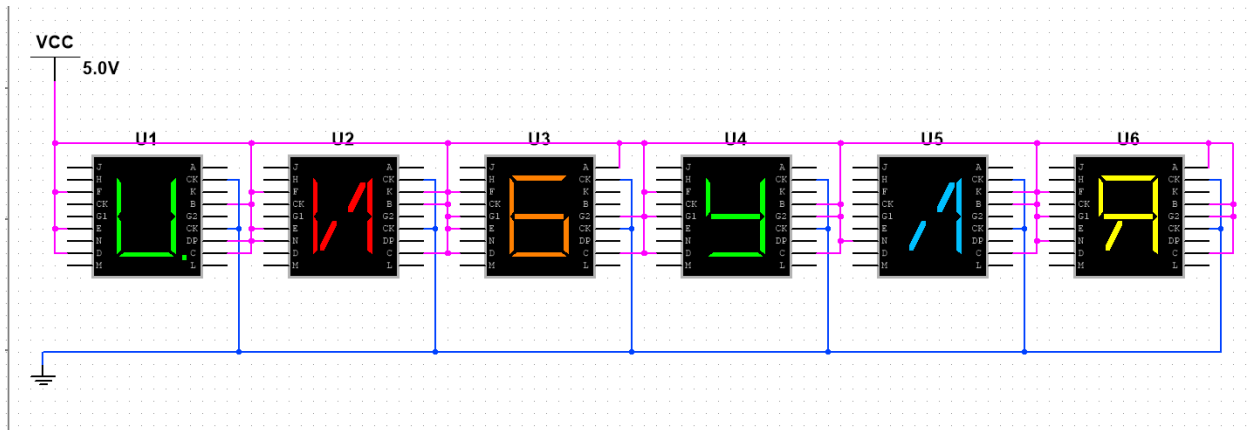

Рис.6.4 – Дисплей з чотирнадцяти-розрядних індикаторів на якому відображає моє прізвище
1. Побудувати схему дешифратора для семи сегментного індикатора (рис. 6.4). який буде зображати послідовність символів - завдання табл.6.1. Цифрові елементи знаходяться в *Group: Misc Digital* → *TIL* ; керуючі цифрові елемент - *Group: Sources* → *DIGITAL\_SOURCES*; елементи індикації - *Group: Indicators* → *HEX\_DISPLAY* → *SEVEN\_SEG\_COM\_A/SEVEN\_SEG\_COM\_K*.